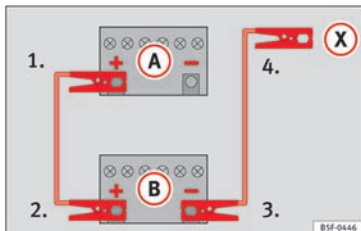

Bild 163 Anslutningsschema för bilar utan start-/stoppsystem.
2. Anslut ena änden av den *röda* startkabeln till den positiva (+) polen i bilen med urladdat batteri (A) » » bild 163.
3. Anslut andra änden av den *röda* startkabeln till den positiva polen (+) i bilen med hjälpbatteriet (B).
4. **Fordon utan start-/stoppsystem:** Anslut ena änden av den *svarta* startkabeln till den negativa polen (-) i bilen med hjälpbatteriet (B) » » bild 163.